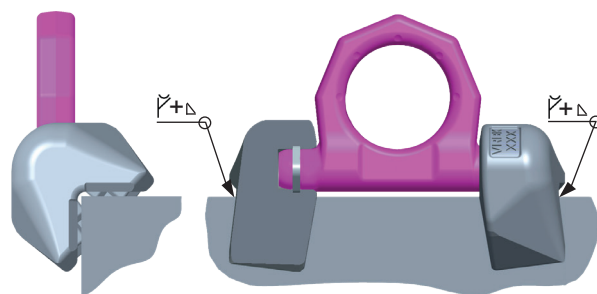

Fig. 3 : Cordon de soudure
- Effectuez ensuite les soudures de finition. Commencez toujours du côté intérieur. L'ordre de soudure décrit doit impérativement être respecté. Pour ce faire, respectez le type de soudure et la taille de soudure indiqués dans Fig. 3 et Tableau 5.